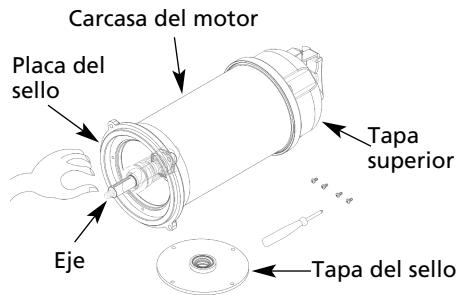
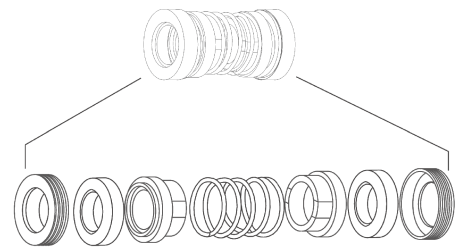

Figura 14
Figura 15 – Ensamble del sello mecánico
3. Para exponer el sello mecánico para examen, use el mismo procedimiento empleado para el sello del aceite. Primero, suelte la tapa del sello (Figura 14) al soltar los 4 tornillos de la parte superior, saque la tapa del sello y el anillo en O. Quite el sello mecánico (Figura 15) del eje. Examine todas las partes del sello mecánico y especialmente las superficies de contacto. Inspeccione el sello a ver si tiene señales de desgaste irregulares o partes estacionarias, fragmentos o rasguños en la superficie del sello. No intercambie los componentes del sello mecánico (Figura 15). Reemplace el sello mecánico completo o el anillo en O cuando el daño sea evidente.